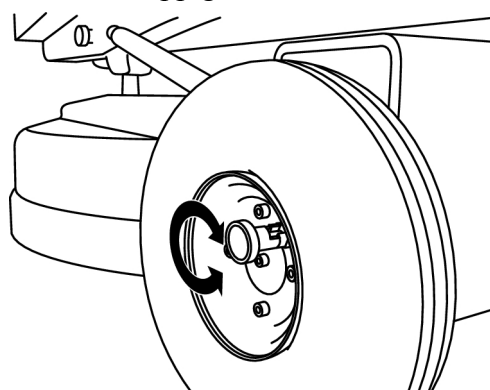

Figura 4-4. Girare di 90°
2. Girare la coppiglia di 90° e rilasciarla per bloccarla, vedere Figura 4-4, pagina 19.